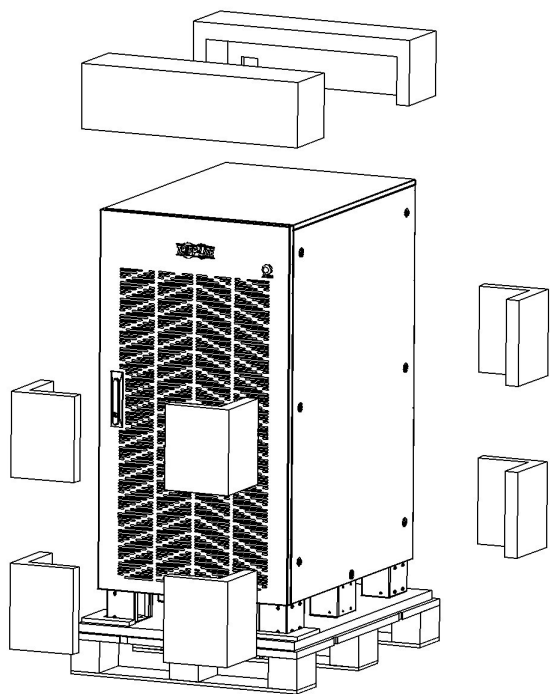

Figura 3-4
3. Retire el material de empaque de espuma y la tarima biselada (Figura 3-4).